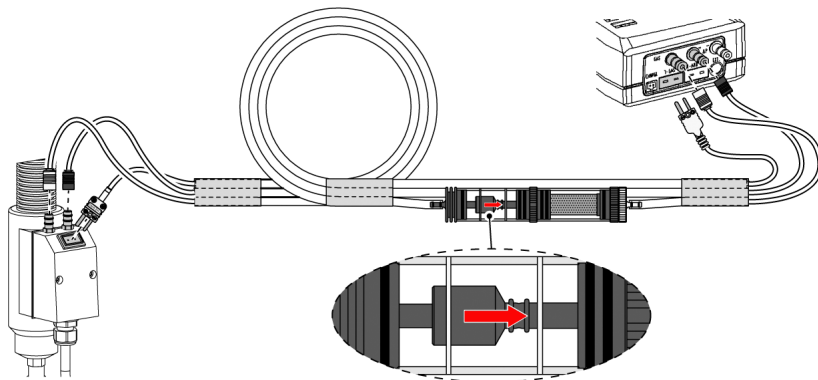

Abbildung 2: Anschluss MULTILYZER NG
3. Verbinden Sie den MULTILYZER NG/STe/STx über das Anschlussset ASS-STM mit der Entnahmeleitung (siehe Abbildung 2).